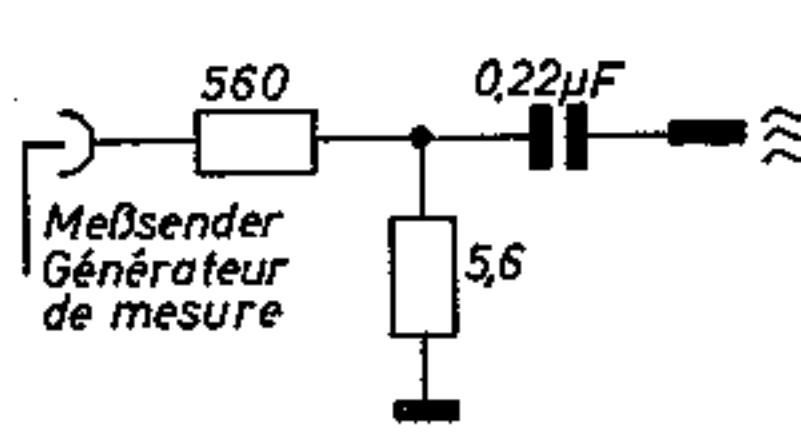

Fig. 5
** Meßsender an den Spannungsteiler anschließen, Fig. 5.
** Raccorder le générateur de mesure au diviseur de tension, voir fig. 5.